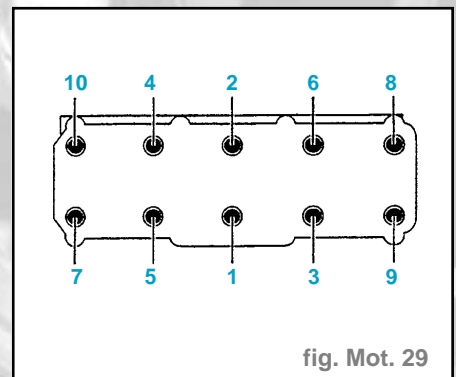

fig. Mot. 29
- Desserrer les vis de culasse dans l'ordre inverse de la numérotation (fig. Mot. 29).